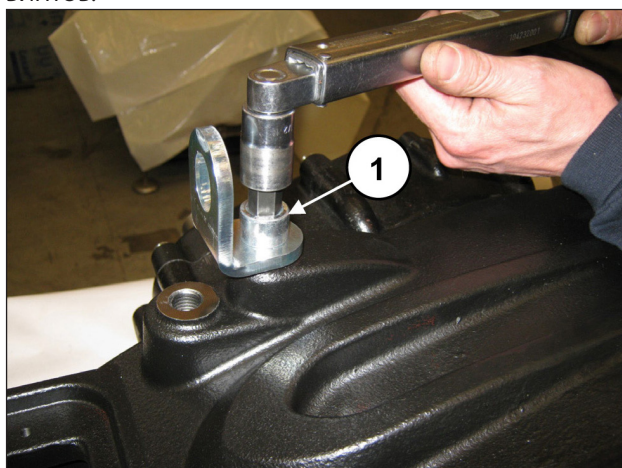

Рис. 99
Установите пробки и подъемные скобы с помощью специальных винтов М16х30 (поз. ①, Рис. 99). Откалибруйте винты с помощью динамометрического ключа, как указано в главе 3 КАЛИБРОВКА ЗАТЯЖКИ ВИНТОВ.